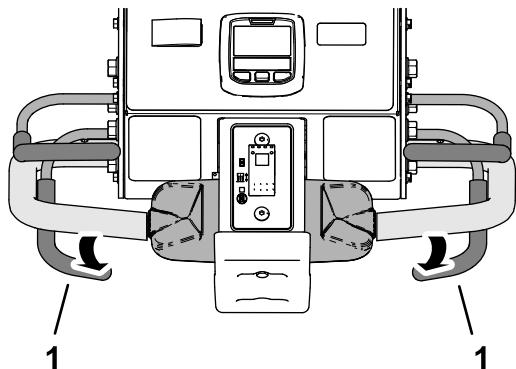

图 92
- 在前轮胎滚过打孔区域的周边时松开打孔把手 **图 92**。